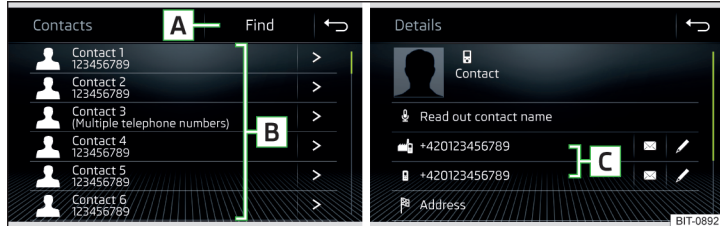

Fig. 194 Lista de los contactos de teléfono / Detalle del contacto
► En el menú principal **Teléfono** pulse la superficie funcional , se visualizará una lista de los contactos de teléfono » fig. 194.